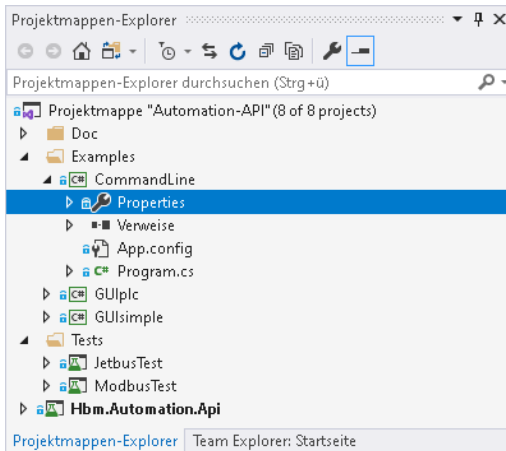

Abb. 6.1 Eigenschaften aufrufen
- ▶ Klicken Sie mit der rechten Maustaste auf **CommandLine** im Ordner **Examples** im **Projektmappen-Explorer** und wählen Sie **Eigenschaften** oder doppelklicken Sie direkt auf **Properties** (*Abb. 6.1*).